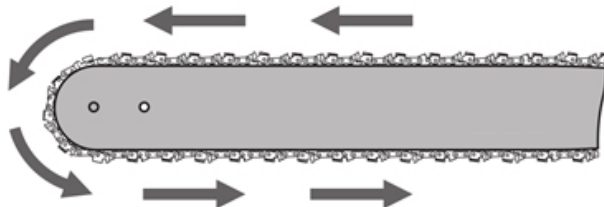

Рисунок 6. Розташування ланцюга на напрямній шині.
5. Тримавши ланцюг обома руками, розташувати його вздовж напрямної, орієнтуючи ланки за напрямком руху (рис. 6), та ввести ланцюг в зачеплення з веденою зірочкою на напрямній (рис. 7).